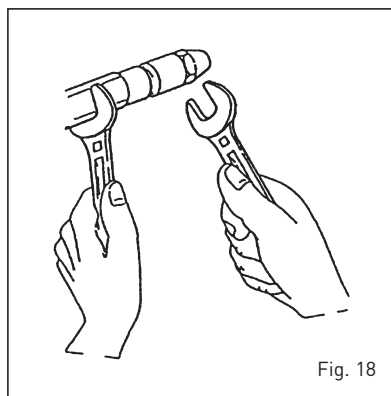

Fig. 18
4.7.3 Substituição Injector (fig. 18)
- Fixar o porta injector utilizando uma chave nº19 e desparafusar o injector com uma chave nº16 (fig. 18).